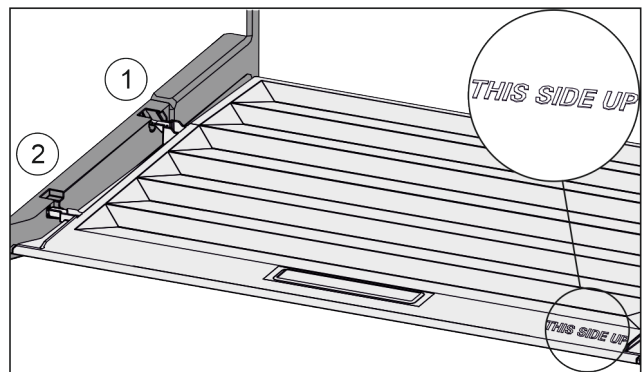

Fig. 102
- ▶ Вставить поперечные ребра крышки через отверстие заднего держателя Fig. 102 (1) и защелкнуть спереди в держателе Fig. 102 (2).